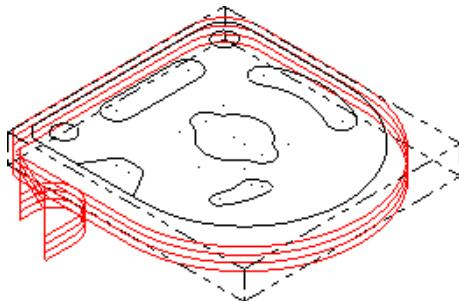

图 9-82 外形加工刀具路径
⑥ 设置完参数后，单击“2D 刀具路径-外形铣削”对话框中的“确定”按钮 ，产生的刀具路径如图 9-82 所示。